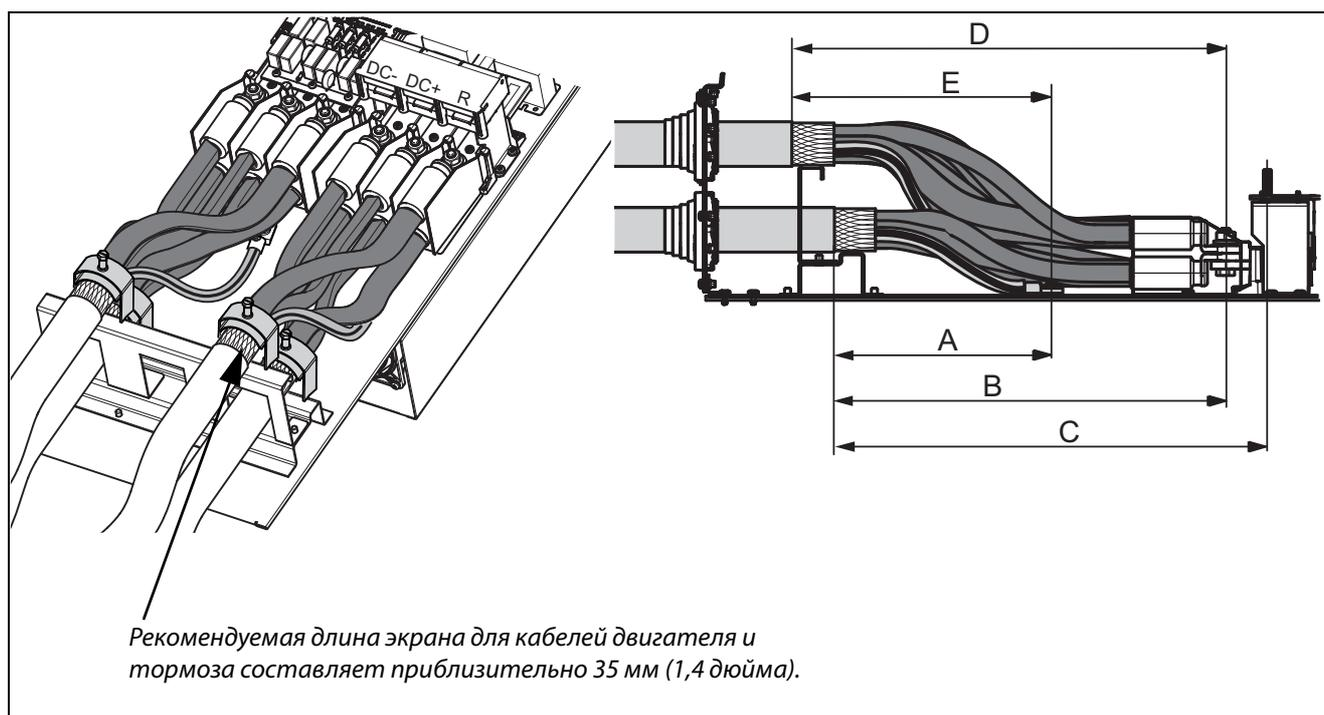

Рис. 55 Расстояния от кабельного зажима до соединительных болтов в типоразмере FA
4. Зачистите кабель в соответствии с таблицей 15 и рис. 55.
3. Зачистите кабель в соответствии с таблицей 17 и рис. 55.
На Рис. 55 указано расстояние от кабельного зажима до соединительных болтов для расчета длины зачистки проводов.